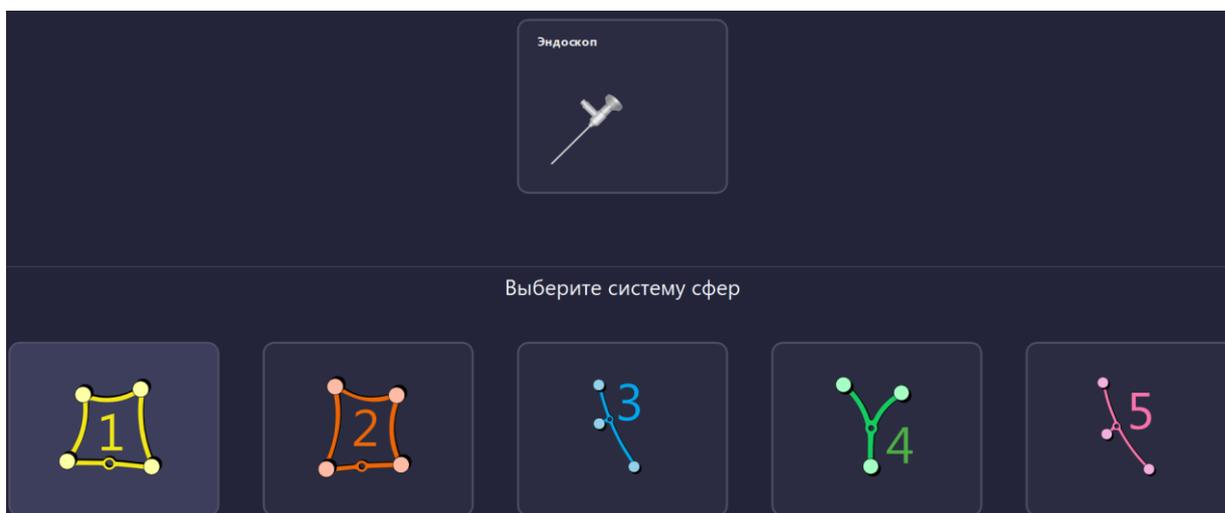
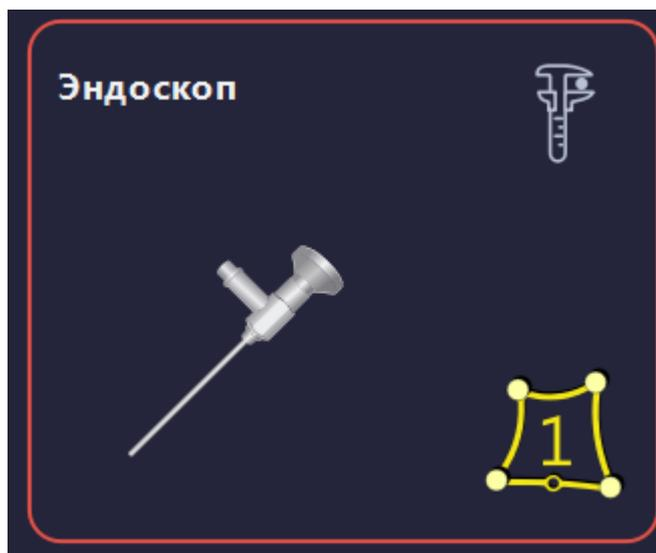

Рисунок 155 – Выбор ИСФ для инструмента хирурга
Рисунок 156 – Индикация блока инструмента до калибровки
1. Выбрать инструмент и инструментальную систему сфер (рисунок 155). Выбранная ИСФ должна соответствовать ИСФ, установленной на калибруемом инструменте. При этом станет доступным меню калибровки в блоке инструмента. Красный контур блока инструмента означает, что инструмент еще не прошел калибровку (рисунок 156).